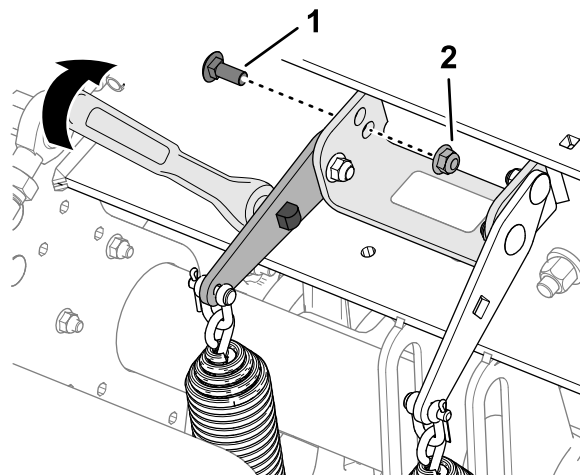

図 119
4. スプリングテンションプレートの四角い穴に 1/2" のラチェットまたはバールを差し込む **図 119**。